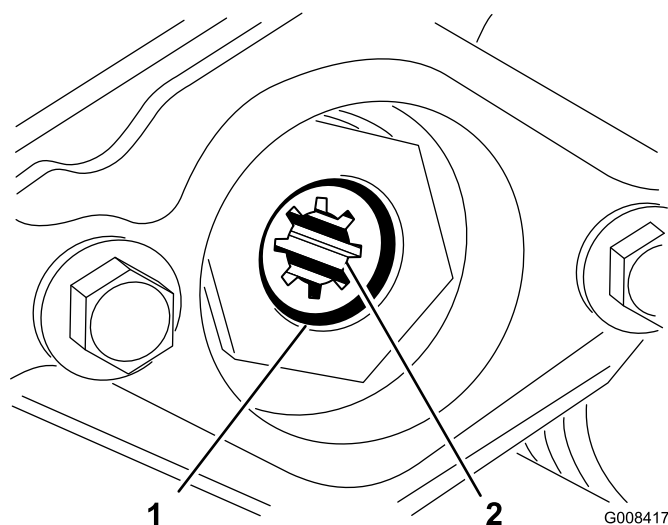

Figura 9
3. Tornillo allen (2)
4. Retire la anilla a presión que fija el acoplamiento de tracción en el tubo del molinete (Figura 9). Retire el acoplamiento de tracción.
5. Aplique grasa al diámetro interno del acoplamiento de tracción. Instale el acoplamiento de tracción en el extremo izquierdo del tubo del molinete de la unidad de corte con una anilla a presión (Figura 9).